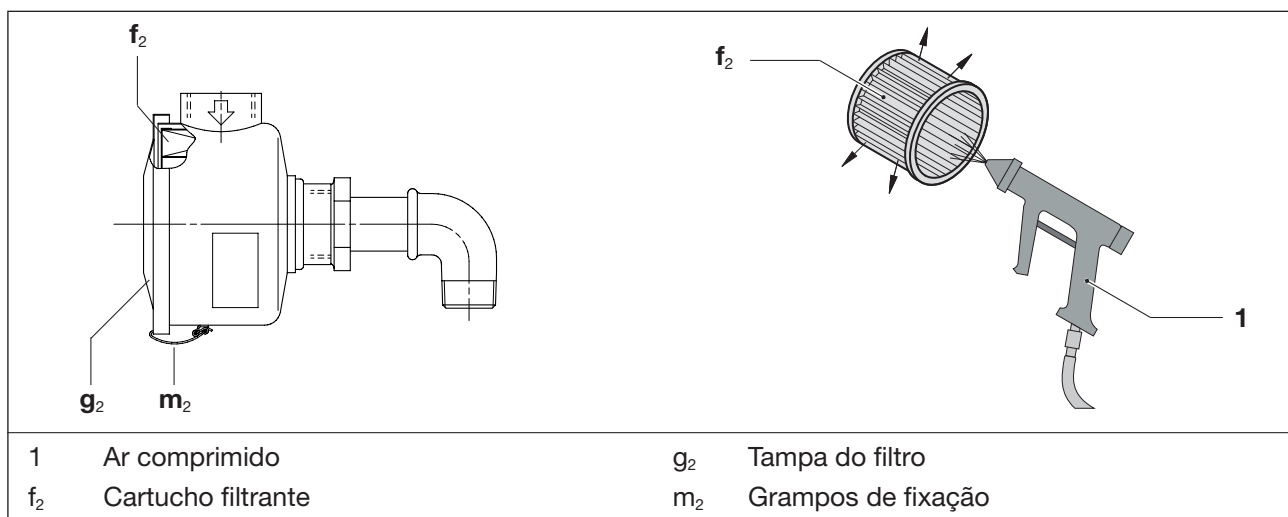

Fig. 7 Filtro de aspiração
- a) Soltar os grampos de fixação (Fig. 7/m₂) da tampa do filtro (Fig. 7/g₂).
- b) Retirar o cartucho filtrante (Fig. 7/f₂) do filtro e limpar ou substituir.
- c) Inserir o cartucho filtrante de volta no filtro e fixar a tampa do filtro (Fig. 7/g₂) com os grampos de fixação (Fig. 7/m₂).